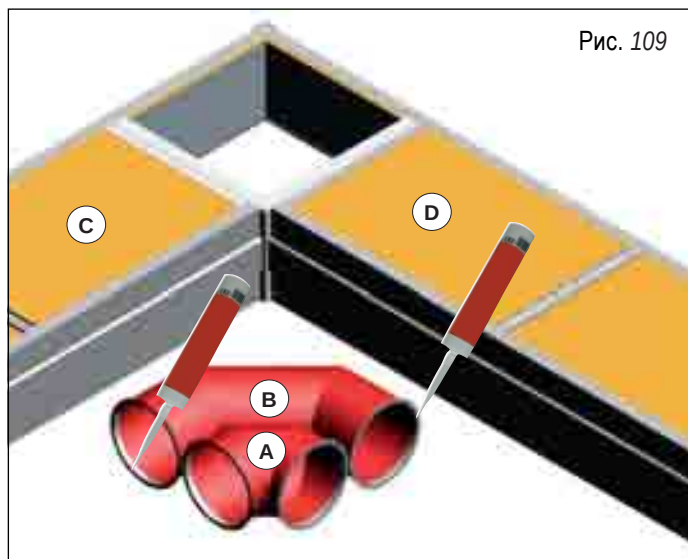
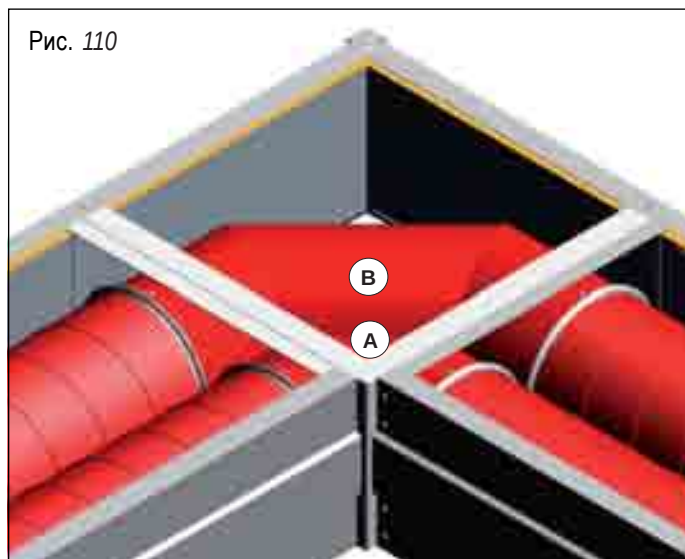

Рис. 109
Рис. 110
Нанести на обе стороны соединительных фланцев изгиба полоску силиконового герметика, как показано на рис. 109. Соединить фланцы изгиба с коротким радиусом (A) и изгиба с широким радиусом (B) с фланцами первого участка теплоизлучающей ленты (C), вставить соединительное кольцо, закрепить с помощью гайки и контргайки два фланца, см. рис. 110. Выполнить те же операции по соединению фланцевых изгибов со вторым участком теплоизлучающей ленты (D). На рис. 110 для лучшей наглядности изгибов не показана верхняя теплоизоляция ленты и модуля изгиба.